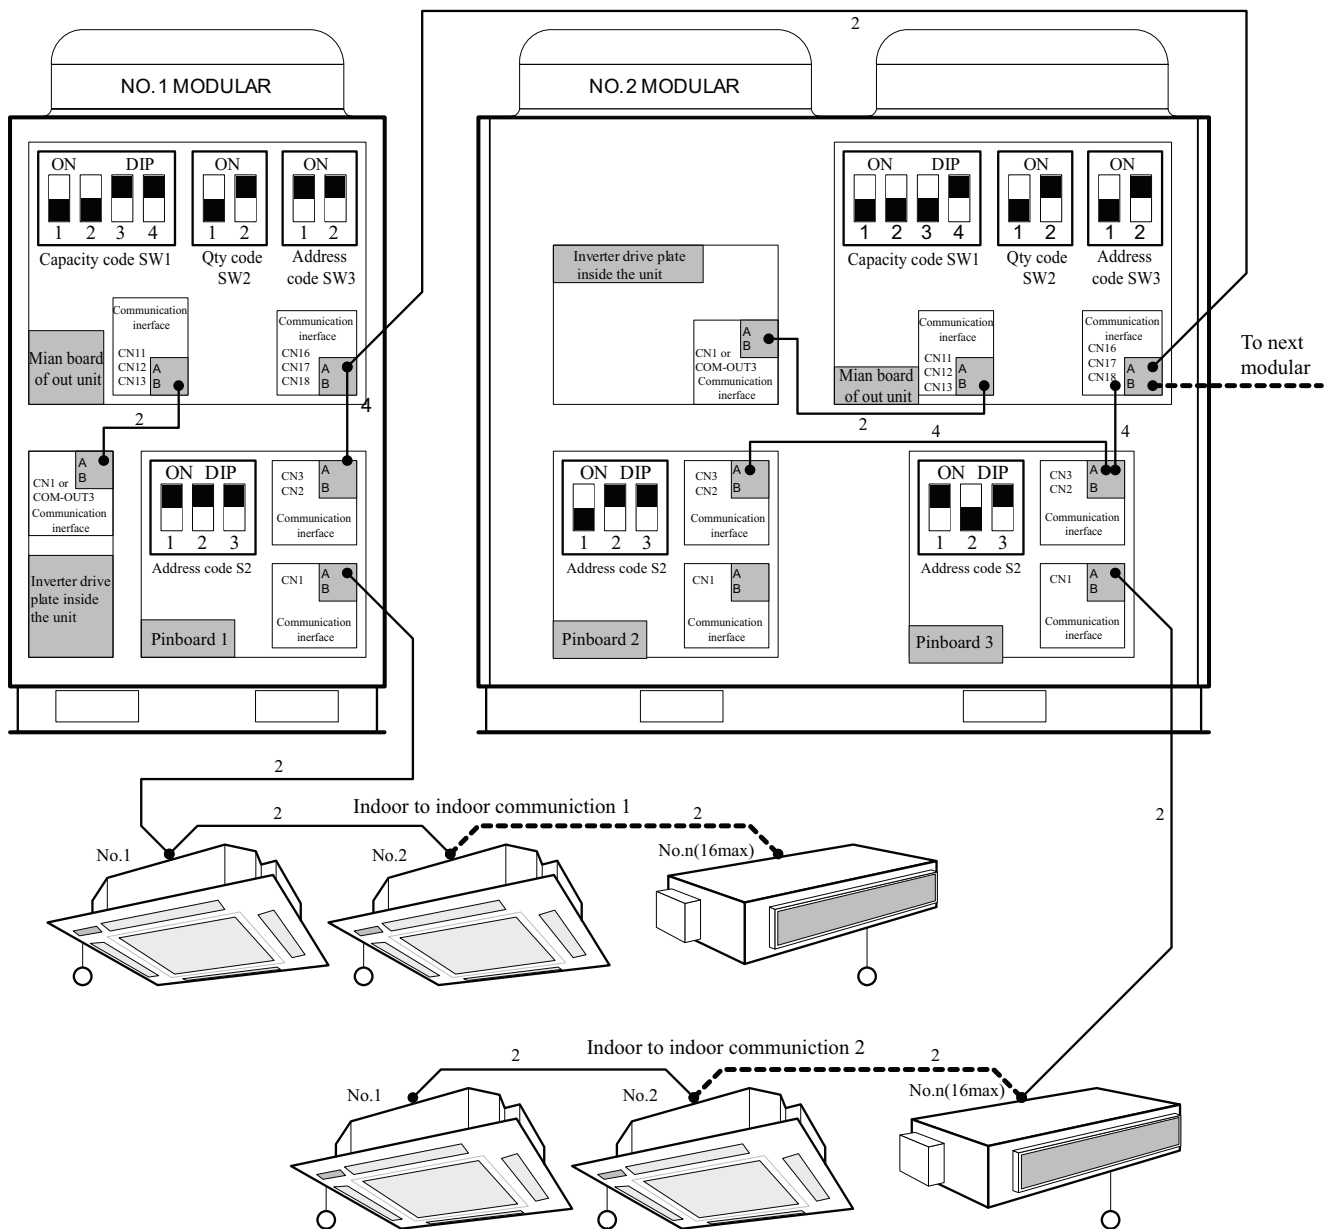

Рис. 7.4
7.2.2 В случае объединения, наружные модули коммутируются между собой сигнальным кабелем. На рис. 7.4 показана схема коммутации наружных модулей.